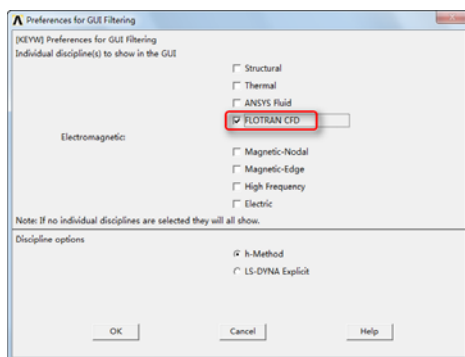

图 10-56 “Preferences for GUI Filtering”对话框
③设置参数: 依次选择 Main Menu→Preferences, 会出现“Preferences for GUI Filtering”对话框, 选择“FLOTTRAN CFD”, 如图 10-56 所示, 单击“OK”按钮关闭该对话框。